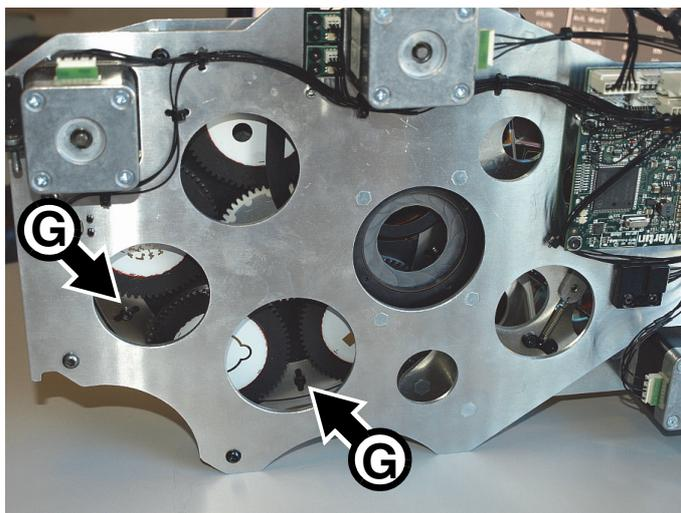

Figure 25: Vis de fixation des porte gobos
5. Voir Figure 25. Dévissez les deux vis Torx (repérées **G** ci-contre) sur les côtés du porte gobo et retirez les clips pour libérer le porte gobo.
12. Glissez les clips de rétention en place et engagez-les dans la rainure du porte gobo. Serrez les vis repérées en Figure 25 en vous assurant que le porte gobo est correctement fixé. Le gobo doit être capable de tourner librement mais son support ne doit pas bouger. Tournez la roue plusieurs fois pour vous assurer du bon fonctionnement du mécanisme et réglez à nouveau les clips si nécessaire.